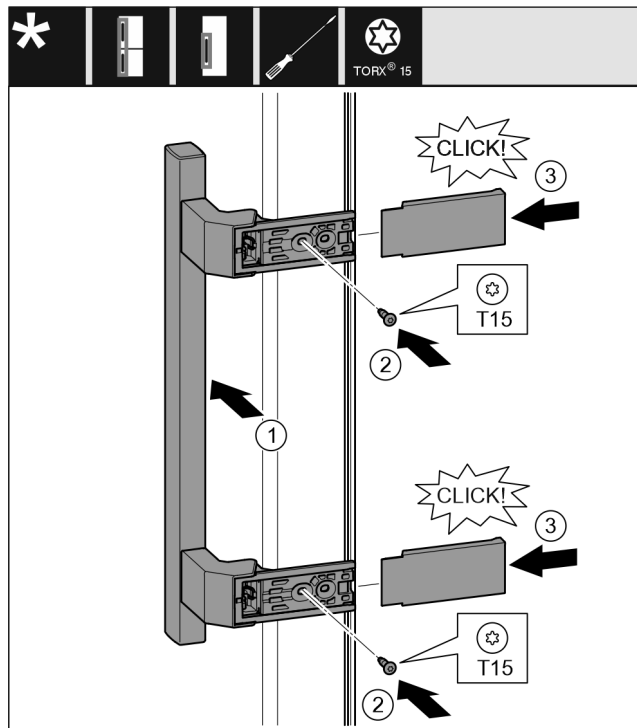

Fig. 40
- ▶ Ročaj namestite na nasprotno stran. Fig. 40 (1)
- ▶ Trdno privijte vijake z izvijačem T15. Fig. 40 (2)
- ▶ Pokrove pristavite ob strani in potisnite gor. Fig. 40 (3)